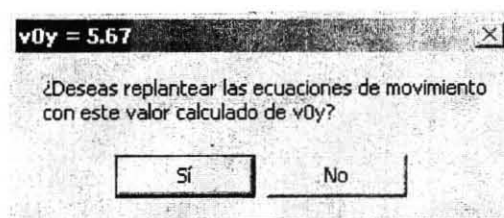

Fig. 88
4. Escoge el icono "**v_{0x}, v_{0y}**" y haz clic en el rótulo del punto 1. Se muestra el cuadro-mensaje de la Fig. 88. Responde "Sí" a dicho mensaje. Se inserta el valor $v_y = 5.67$ en la **celda-v_y** del punto 0 y se plantean las ecuaciones de movimiento.